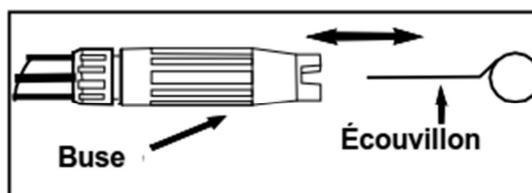

Figure 5 – Insérer le fil dans le trou de la buse et le faire en avant et en arrière pour déloger les débris
- Avec l'écouillon inclus ou un trombone déplié, insérez le fil dans le trou de la buse et faites-le bouger en avant et en arrière pour déloger les débris. (Voir figure 5)